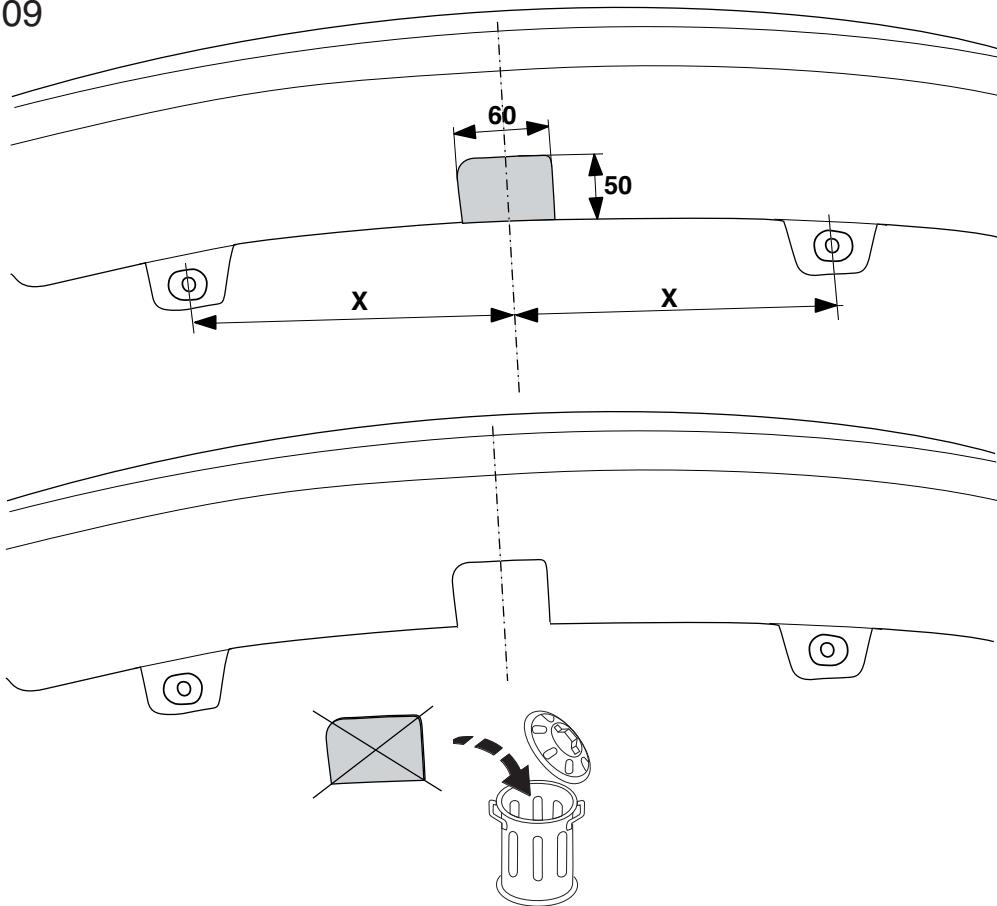

Fig.2
7. Выпилить обозначенную часть, как указано на рис. 2 / 2a.